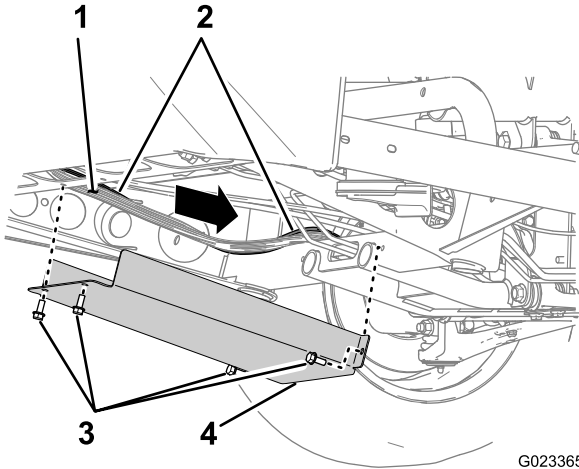

Figura 25
2. Remova os 4 parafusos que prendem a cobertura inferior à máquina (Figura 25).
3. Encaminhe a cablagem do kit ao longo da cablagem principal traseira da máquina e para trás sobre o canal transversal da estrutura como se mostra em Figura 25.
4. Instale a cobertura inferior com os 4 parafusos removidos no passo 2 (Figura 25).